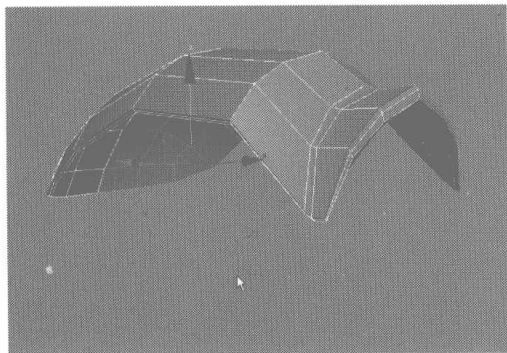
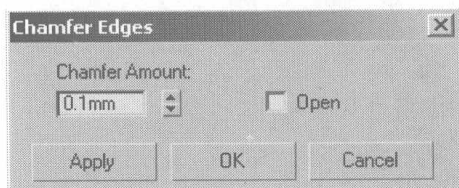

图 3.44
图 3.45
- 12** 选择如图 3.44 所示的边界线，在 Selection 卷展栏中单击 **Loop** 按钮，选择其循环的边界线，然后单击右键，在弹出的快捷菜单中选择 NURMS Toggle 命令，显示曲线，再在 Edit Edges 卷展栏中单击 **Chamfer**  右侧的小按钮，在弹出的对话框中设置边线倒角参数，如图 3.45 所示。